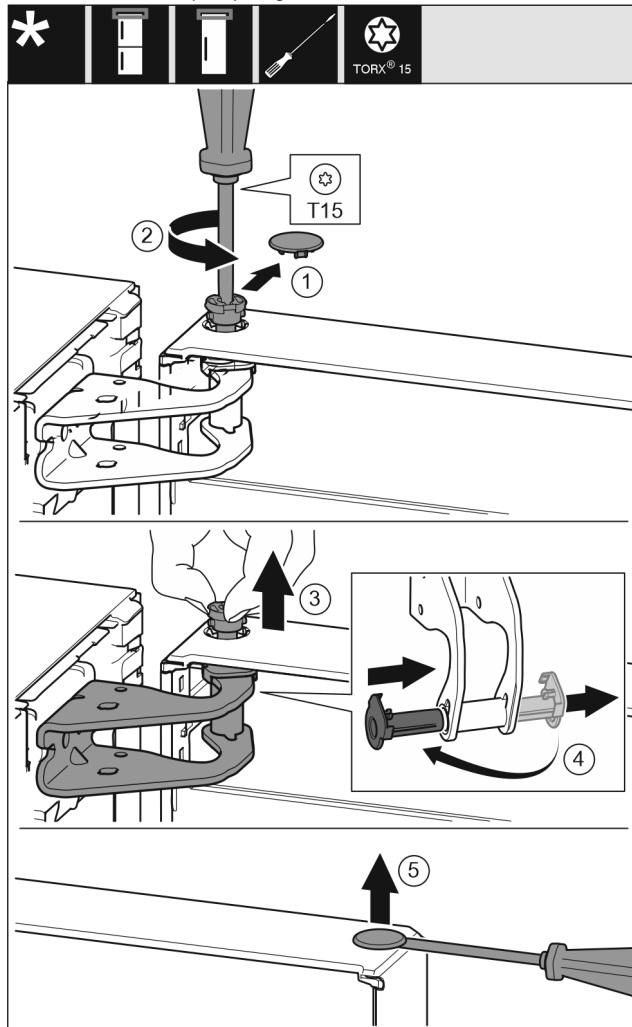

Fig. 7
- Осторожно снимите предохранительную крышку. Fig. 7 (1)
- Немного выкрутите палец отвёрткой T15. Fig. 7 (2)
- Удерживая дверь, извлеките палец вручную. Fig. 7 (3)
- Опорную втулку вытяните из направляющей. Установите и зафиксируйте с другой стороны. Fig. 7 (4)
- Осторожно приподнимите и извлеките при помощи шлицевой отвёртки заглушку из опорной втулки двери. Fig. 7 (5)